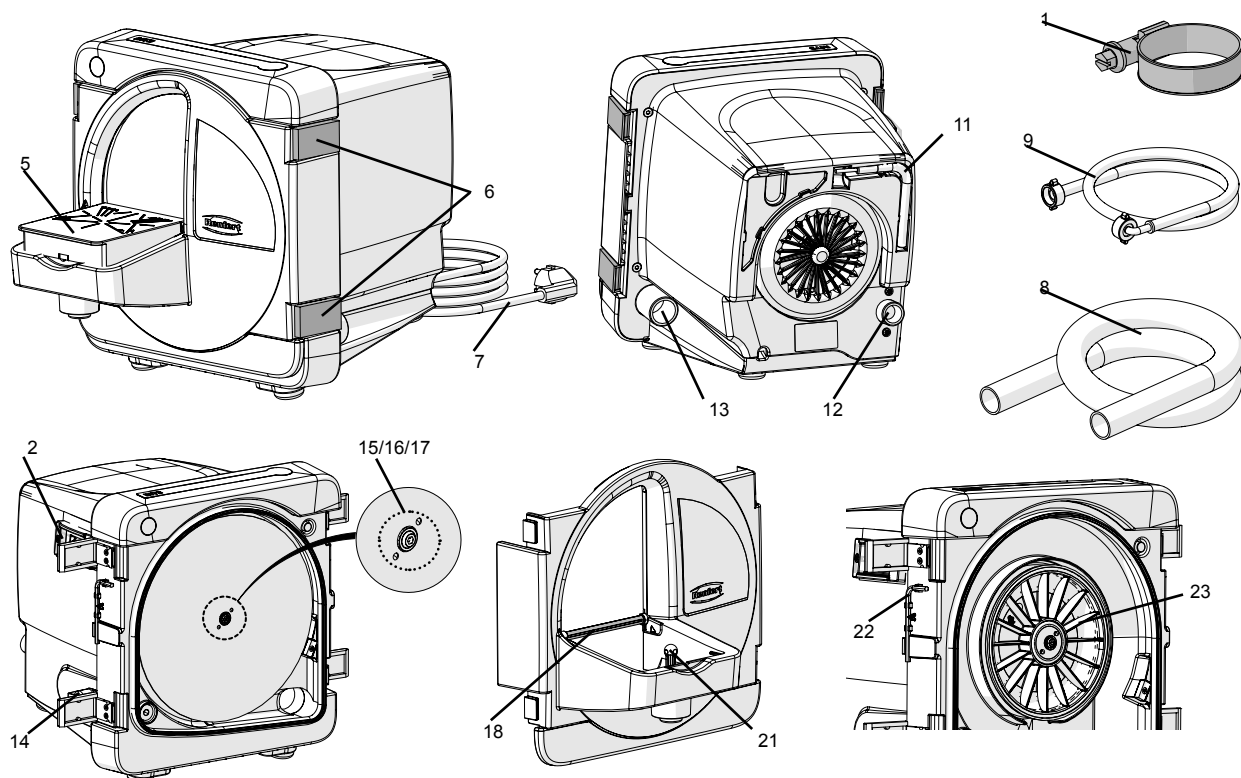

Fig. 1
- Brancher la fiche d'alimentation (7, Fig. 1, 2).
La mise en marche et à l'arrêt de l'appareil s'effectue au moyen du commutateur marche/arrêt (2, Fig. 1).